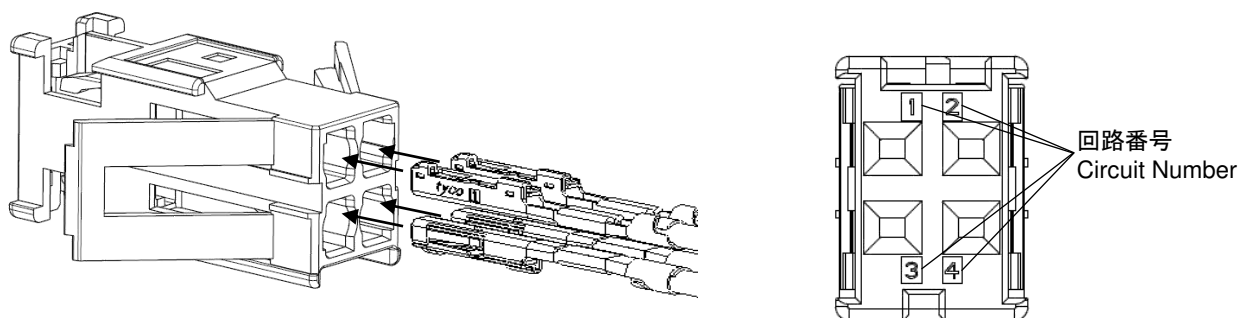

Fig.13
- B. Fig.13 に示すコンタクトの向きで、ハウジングキャビティに刻印されている回路番号を参考に該当するキャビティに挿入して下さい。端子が係止され、それ以上挿入できなければ完了です。
Make sure circuit number. and insert contacts into specified cavities of sub assembly as shown in Fig.13. When contacts are locked and cannot insert further, insertion is finished.